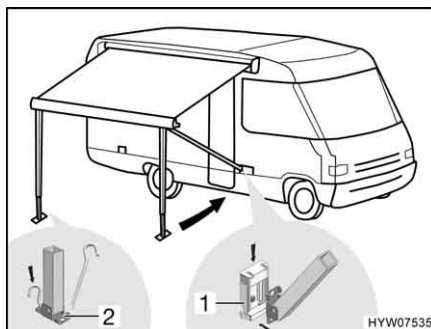

Fig. 16 Fissaggio dei montanti di supporto
- Incastrare i montanti di supporto nei supporti (Fig. 16,1) sul veicolo (se presenti), oppure fissarli sul terreno con dei puntelli (Fig. 16,2).